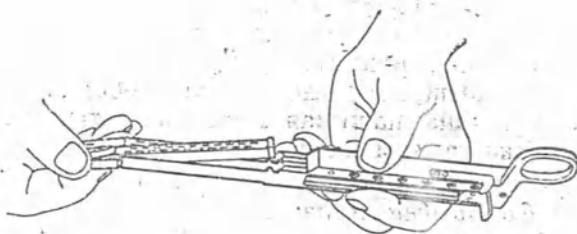

Рис. 5. Снятие
6.3.1. Взявшись пальцами за выступ магазина на конце продольной губки, вынуть магазин из гнезда (рис. 5). Если магазин не извлекается, необходимо приподнять его с противоположной стороны с помощью отвертки.